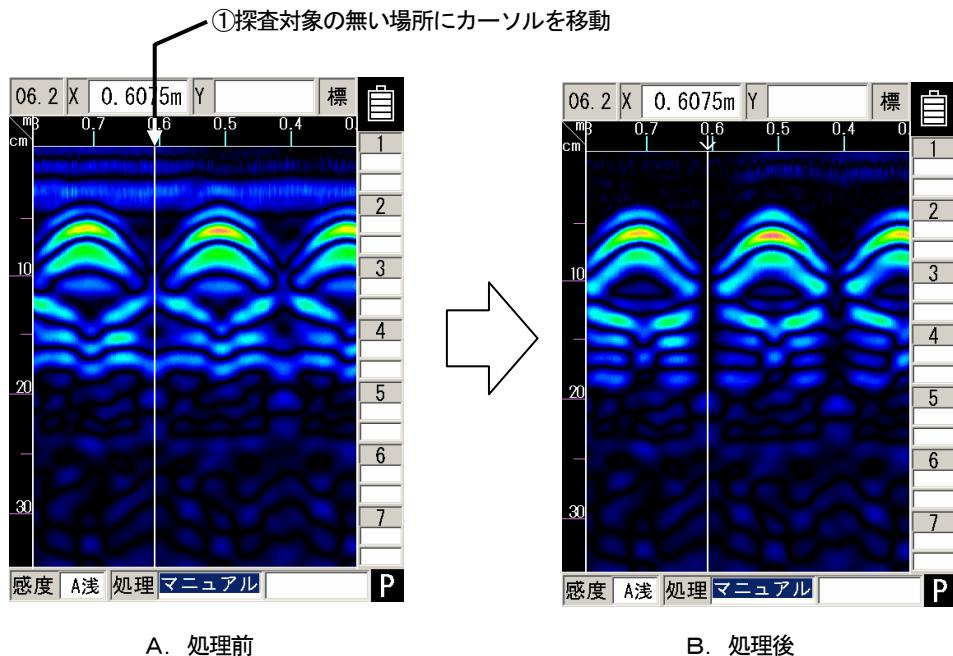

図3-26 マニュアル表面波処理
マニュアル表面波処理は、探査結果においてコンクリート表面付近からの反射の影響が取り除ききれないときに使用します。(図3-26 A参照)
(2) カーソルキー▲▼により“マニュアル”に設定します。
(3) カーソルキー◀▶により探査結果内で探査対象物の無い場所にカーソルを移動します。
(図3-26 A-①参照)
(図3-26 B参照)